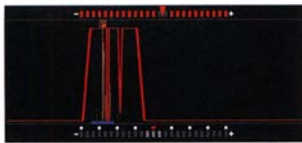

Bild 9: Filterabbild für CW mit diversen Zusatzinformationen
Beim „Einpfeifen“ auf die Gegenstation hilft die ZIN/SPOT-Taste (*zero in*). Sie bringt die eigene Frequenz und die der Gegenstation unter einen Hut. Längeres Drücken bewirkt einen Dauerton der CW-Ablagefrequenz (*Pitch*), mit dem man sich nach Gehör ganz exakt auf Schwebungsnul mit der Gegenstation einstellen kann. Schließlich blendet das Filterabbild eine gelbe Linie (P) ein, auf die man das CW-Signal der Gegenstation stellen soll. Zu guter Letzt erhält das Filterabbild bei CW unten noch einen „Abstimm Balken“ mit einer roten Pfeilmarkierung, auf die das Empfangssignal einzustellen ist (Bild 9).